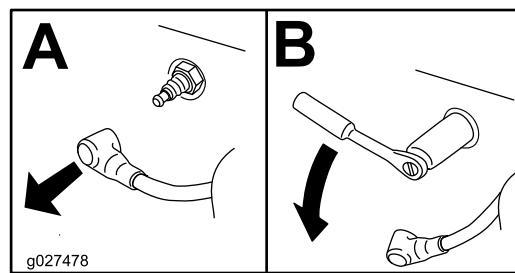

Figura 43
- Localice y retire la(s) bujía(s), tal y como se muestra en la Figura 43.